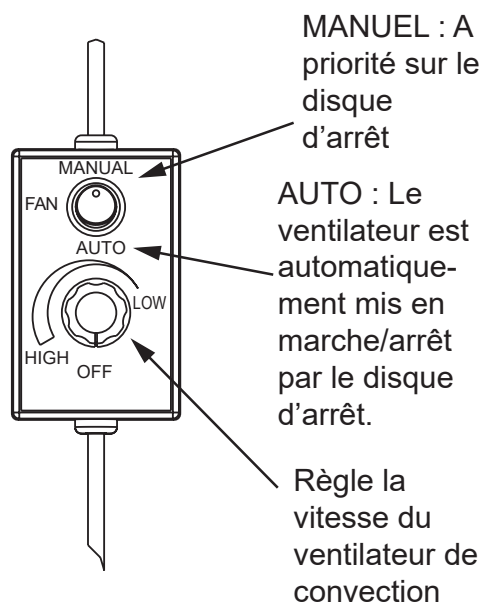

Figure 14.2
2. Le ventilateur refoulant est équipé d'un réglage de la vitesse. Pour changer la vitesse du ventilateur, tournez le réglage en sens horaire à « Low » (bas) ou en sens antihoraire à « High » (haut) (**Figure 14.2**).